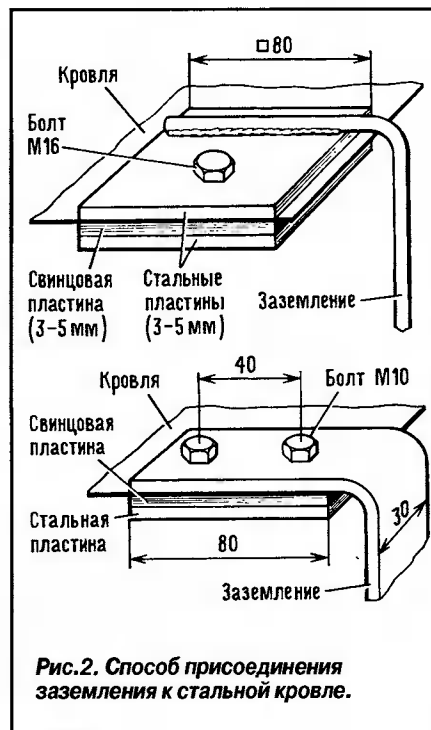

Рис.2. Способ присоединения заземления к стальной кровле.
■ Дом, покрытый железом, будет в полной безопасности, если три-четыре раза заземлить его крышу через каждые 10–15 м по периметру. Как прикрепить заземление, показано на рис. 2.